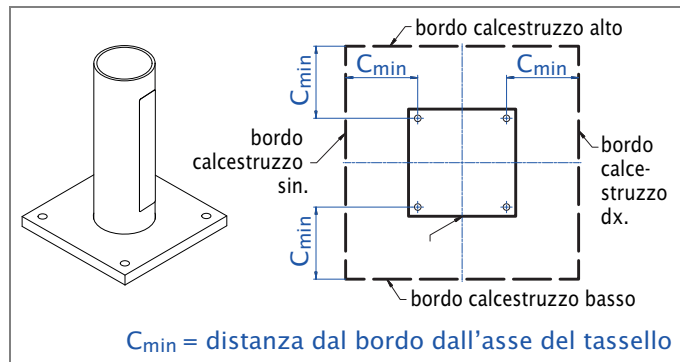

Fig. 11 Distanze minime dal bordo per supporto da terra
- Supporto da terra: vedi Pagina 29, Fig. 11